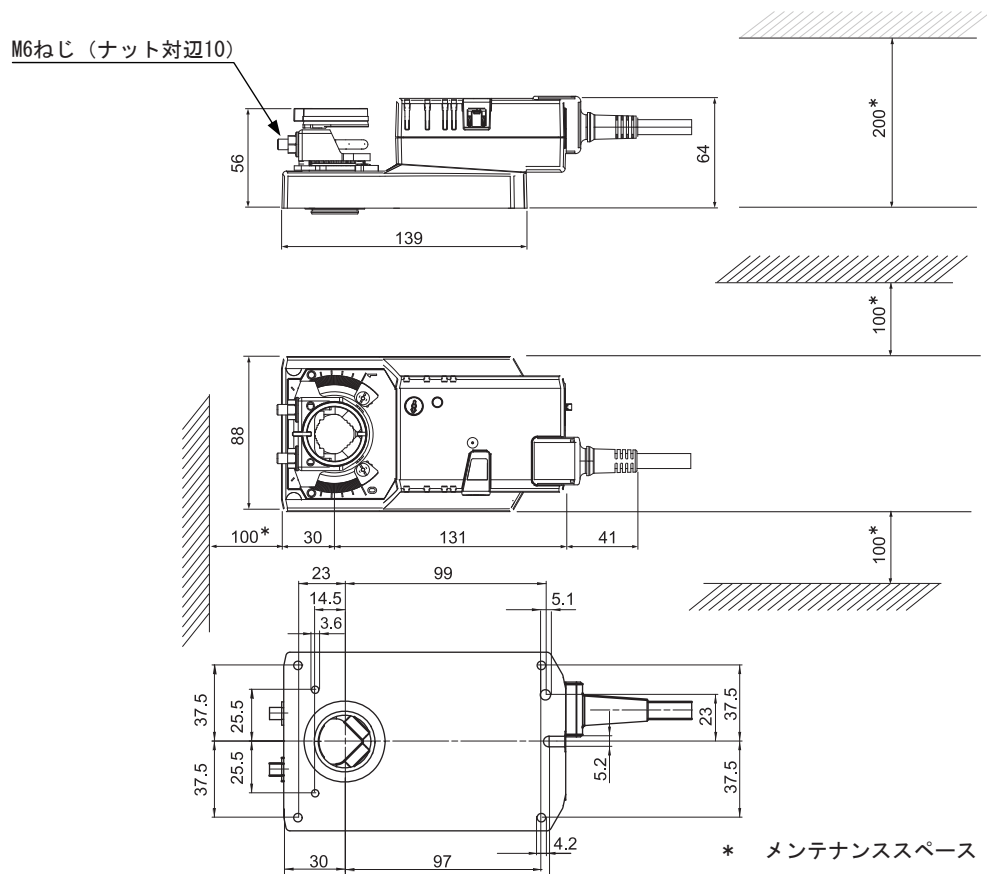

図2 標準タイプ 外形寸法図 (mm)
- 本製品を取り付けるときには、図2に示すようなメンテナンススペースを確保してください。
(1) ダンパシャフトを全閉位置にします。